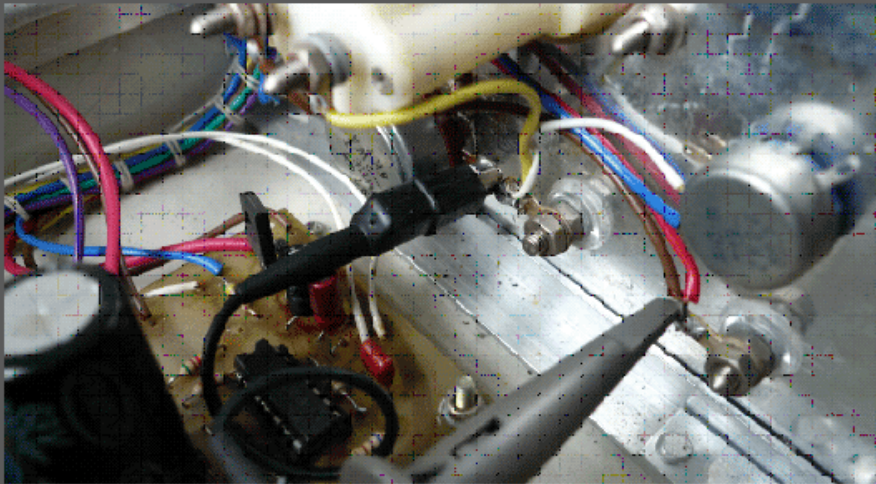
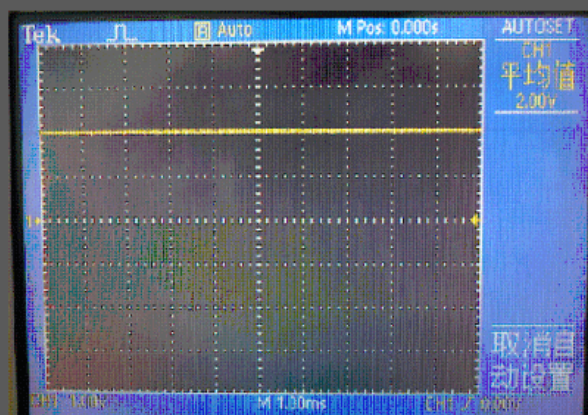

图5 将示波器探头接到直流电源测试点上
图6 屏幕显示一条2.00V黄色直流电平直线
1. 首先将示波器CH1通道的探头接到直流电源相关测试点上如图5所示,打开直流电源开关,调节直流电源的电压输出旋钮,选取一固定值,如图6所示直流电压设定为2.00V,屏幕显示一条2.00V的黄色直流电平直线。